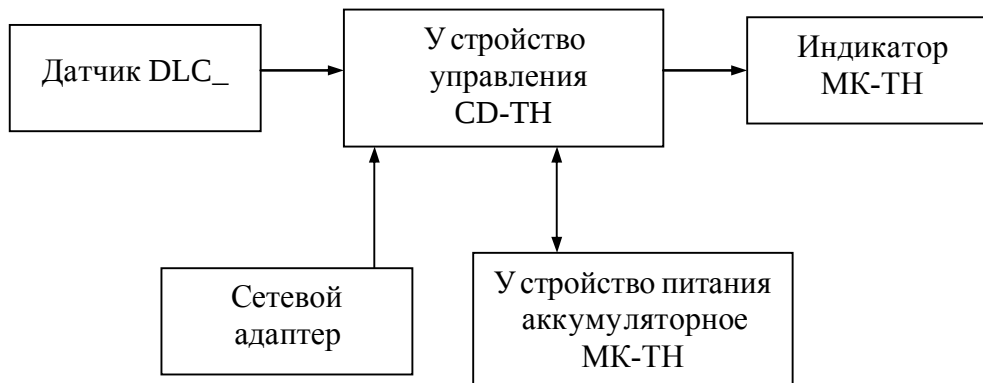

Рис. 3.1- Структурная схема весов
3.2 Структурная электрическая схема весов приведена на Рис. 3.1.